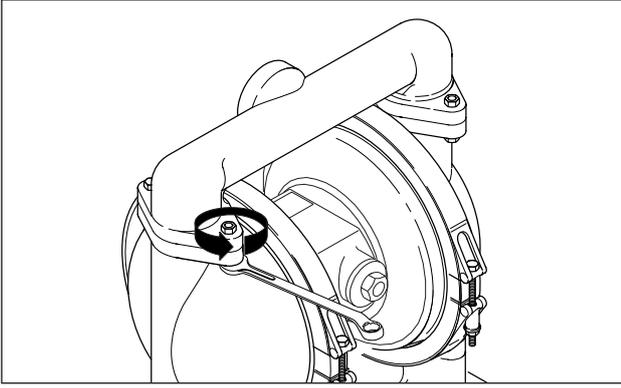

Fig. 9: Retirar la tubuladura de presión y de aspiración.
- Soltar los tornillos y desmontar las tubuladuras de presión y de aspiración (Fig. 9).